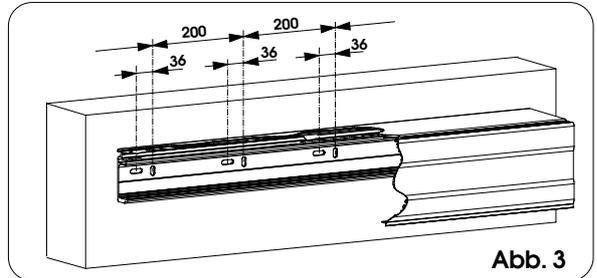

Abb. 3
• Den Querträger anfänglich entsprechend eines vertikalen Langlochs auf einem Ende und eines horizontalen Langlochs auf dem anderen Ende befestigen (dabei sind Schrauben M8 und entsprechende Dübel zu verwenden) und parallel zum Untergrund ausnivellieren. Die Befestigung in der Mitte ausführen, indem der Querträger angehoben wird, um die drei Befestigungsstellen auszurichten. Dann die restlichen Befestigungen vornehmen. Dabei sollten vertikale und horizontale Langlöcher abwechseln (Abb. 3).